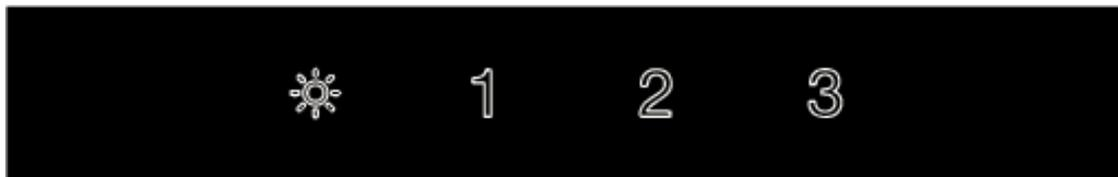

Рис.6
7.3 На зовнішньому склі Вашої витяжки знаходиться сенсорний перемикач режимів роботи двигуна і освітлення (рис.6):